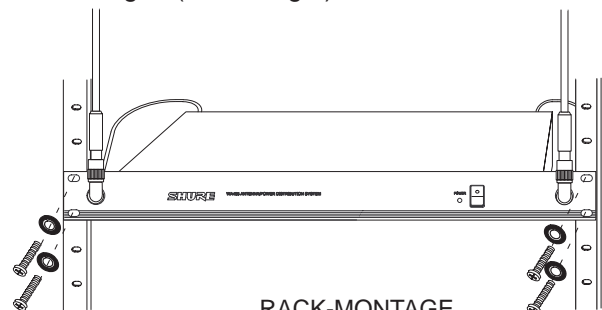

ABBILDUNG 6
2. Das Gerät mit den mitgelieferten Schrauben am Rack befestigen (Abbildung 6).